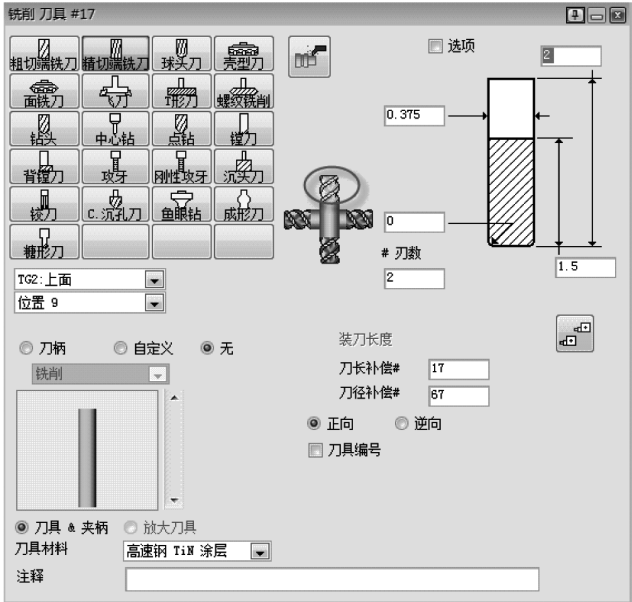

图 5-36 铣削刀具#17
19) 创建铣削刀具#17，如图 5-36 所示。此刀具将对零件背面的六边形进行铣削。